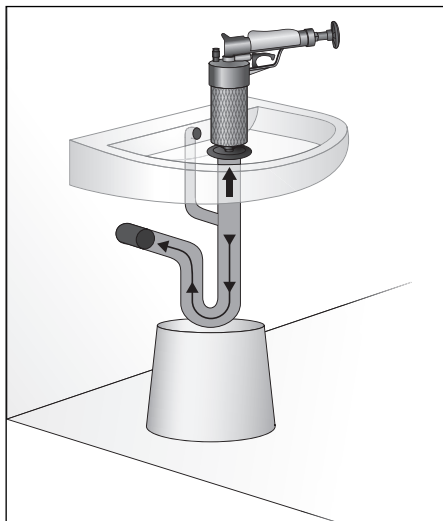

Fig. 6
6. Tag proppen ud, og sæt rørrensere på afløbet som vist på fig. 6.